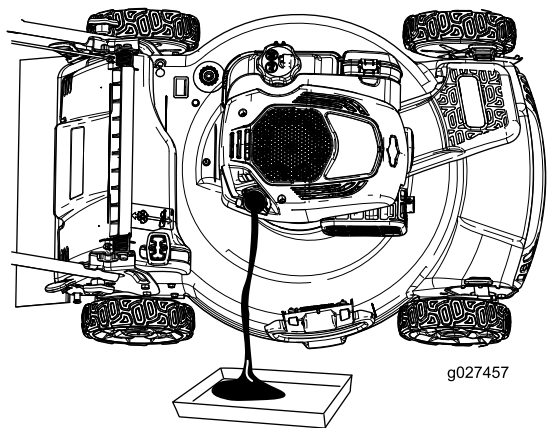

Рисунок 33
4. Для слива отработанного масла через маслозаливную горловину переверните машину набок (чтобы воздушный фильтр был сверху) (Рисунок 33).